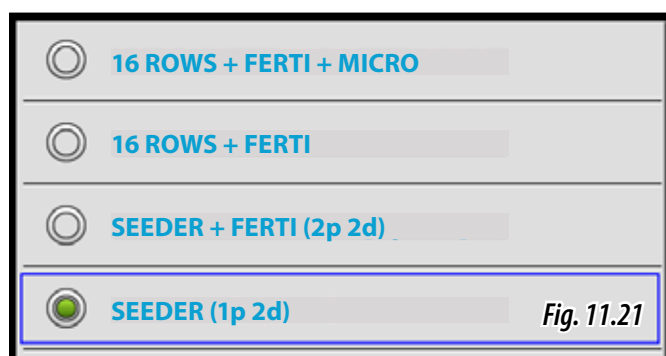

Fig. 11.21
16. Se deschide fereastra cu configurația curentă a utilajului, în acest caz **semănătoarea de cereale 1 produs în 2 unități de dozare** (Fig. 11.21).